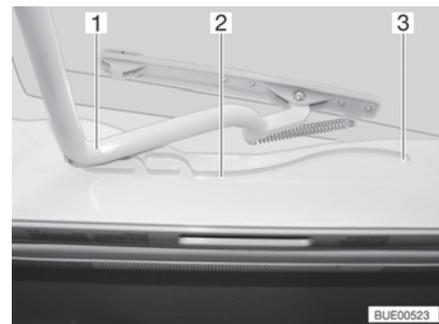

Fig. 31 Guía (claraboya Heki)
- Tirar el estribo (Fig. 31,1) en las guías (Fig. 31,2) hasta la posición trasera final (Fig. 31,3).
- Empujar el estribo (Fig. 31,1) ligeramente hacia arriba con ambas manos.
- Tirar el estribo en las guías (Fig. 31,2) hasta la posición deseada.